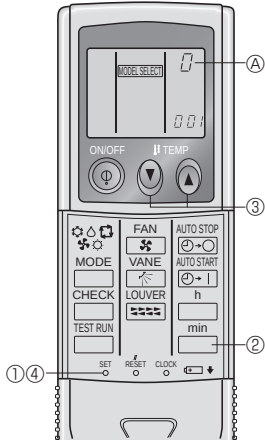

Fig. 6-4
4) Призначення пульта дистанційного керування кожному блоку (Fig. 6-4)